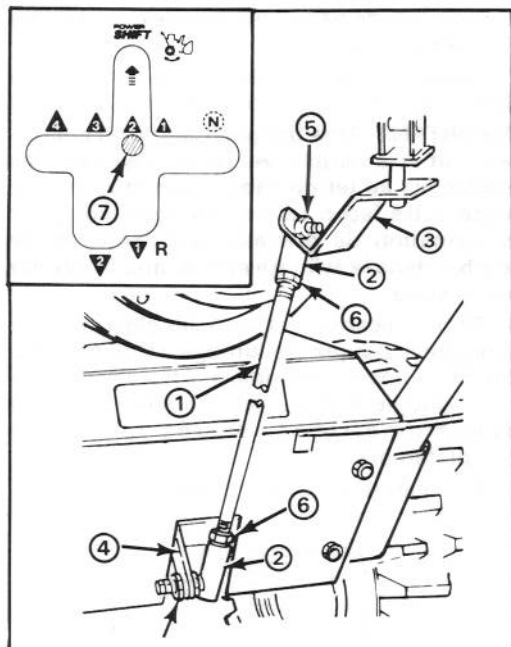

Figure 28
**Remarque :** si le levier de changement de vitesse n'est pas aligné avec la fente Power Shift sur le panneau de commande (fig. 28, illustration intérieure), il convient d'ajuster la longueur de la tige de conversion comme suit :